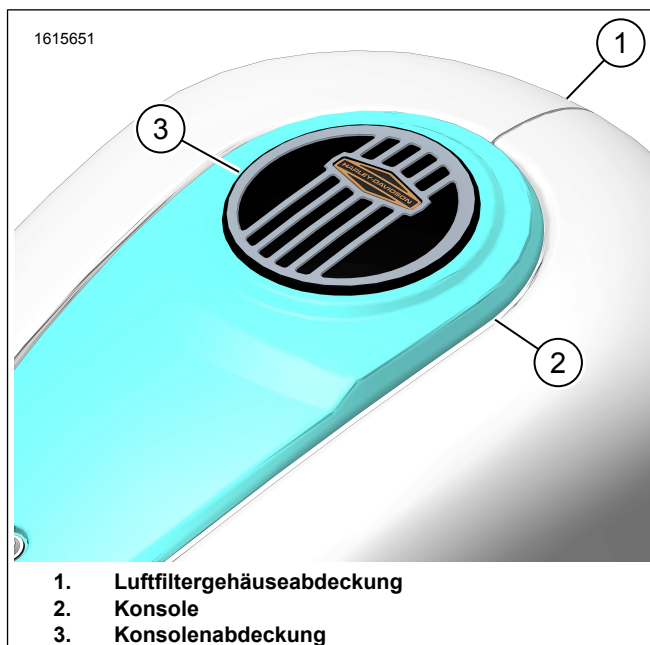

Abbildung 2. Angebrachte Konsolenverkleidung
- Abbildung 2 Den Sitz der Konsolenabdeckung (3) prüfen.
- Den Bereich der Konsole (2) mit Isopropylalkohol reinigen. Mit einem fusenfreien Lappen trocknen.
- Abbildung 2 Die Schutzfolie von der selbstklebenden Fläche der Konsolenabdeckung (3) abziehen.
- Die Konsolenabdeckung (3) anbringen und dabei Markierungen als Anhaltspunkte nutzen.